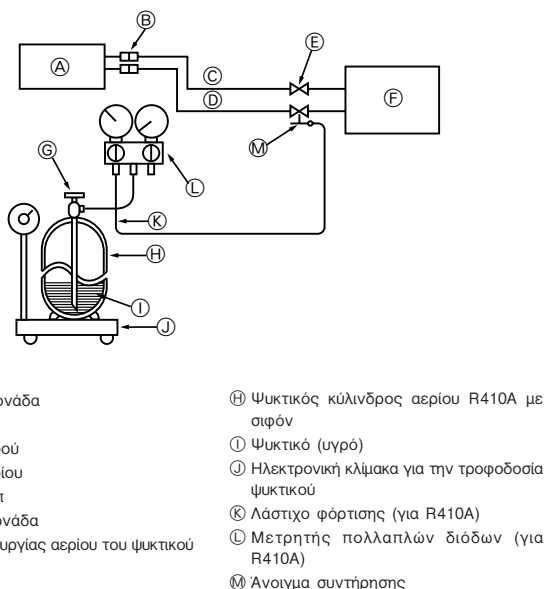

Fig. 7-1
7.1. Ποσότητα αερίου (Fig. 7-1)